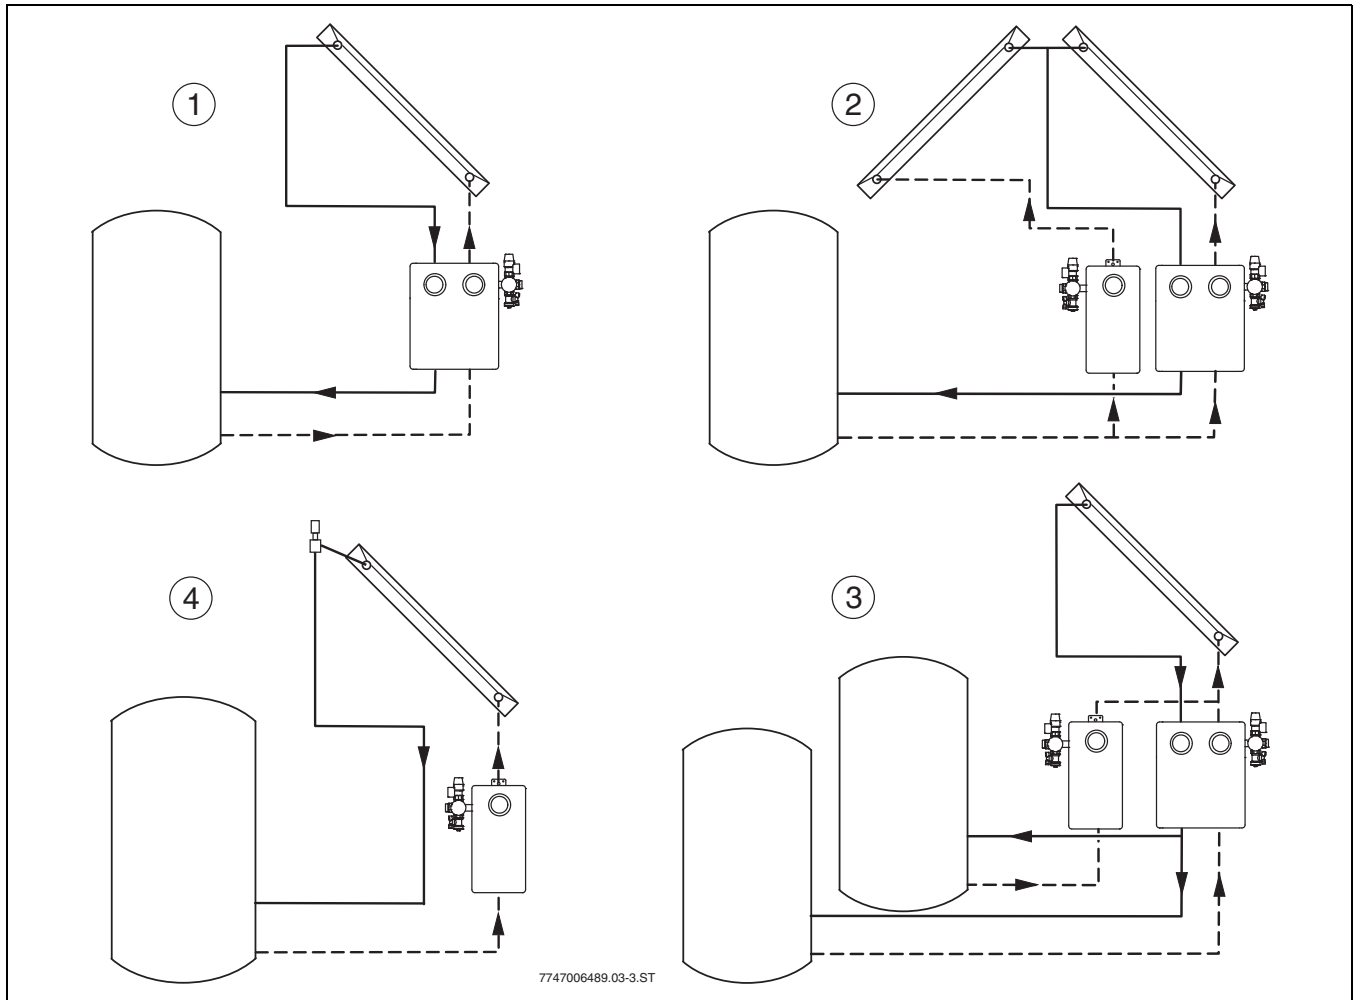

Рис. 4 Различные гидравлические схемы
- ▶ Устанавливайте насосные станции только вертикально (→ рис. 4) и только в помещениях.